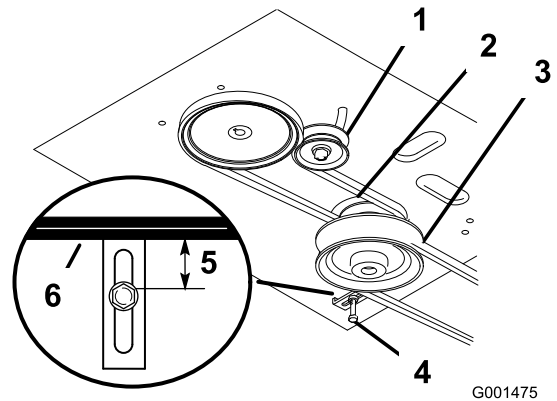

Figura 41
4. Retire la correa del cortacésped (Figura 41).
5. Afloje el perno de pivote lo suficiente para poder desplazar la polea tensora dentro de la ranura, y retire la correa de tracción de las poleas del motor y de la transmisión (Figura 41).
6. Instale la correa nueva alrededor de las poleas del motor y de la transmisión (Figura 41).
7. Desplace la polea tensora respecto al bastidor del motor para tensar la correa de tracción (Figura 41).
8. Instale la correa del cortacésped (Figura 41).
9. Compruebe que la guía de la correa, situada debajo del bastidor del motor, está ajustada correctamente (Figura 41).
13. Compruebe que la guía de la correa, situada debajo del bastidor del motor, está ajustada correctamente (Figura 41).